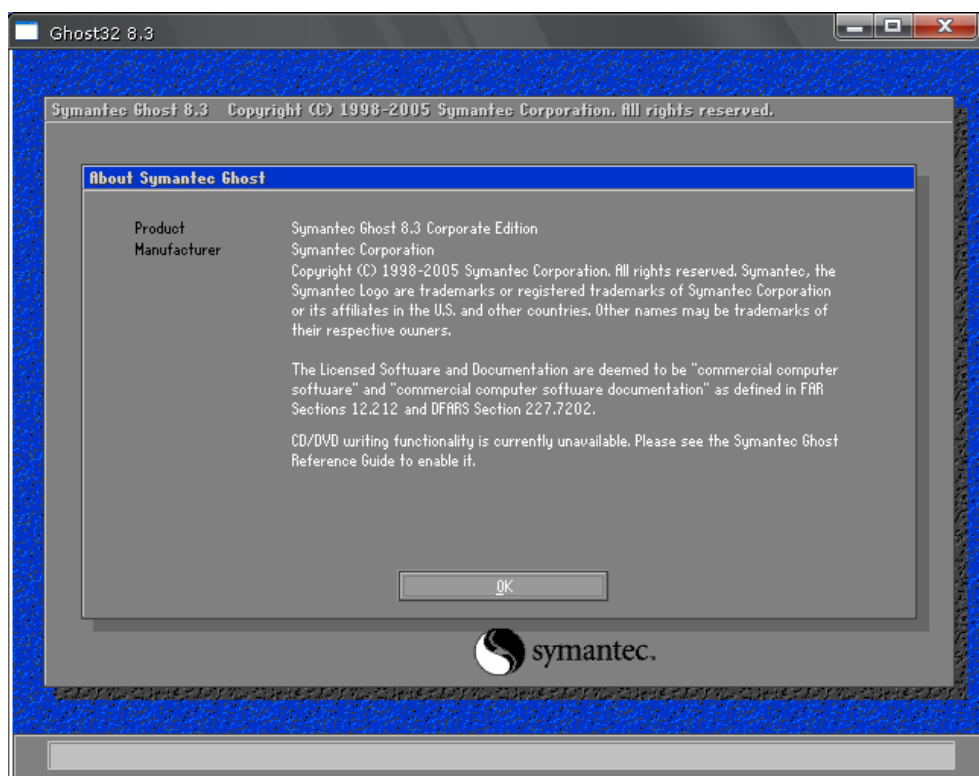

图 7-2 运行 Ghost 界面
(1) 插入 U 盘，运行自行下载的软件 Ghost32.exe，出现如图 7-2 所示界面。